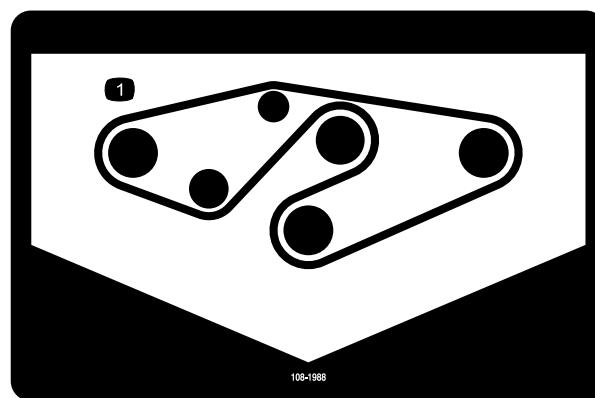

Figura 32
4. Montate la nuova cinghia attorno alle pulegge del fusello e alla puleggia tendicinghia, come illustrato in Figura 32.